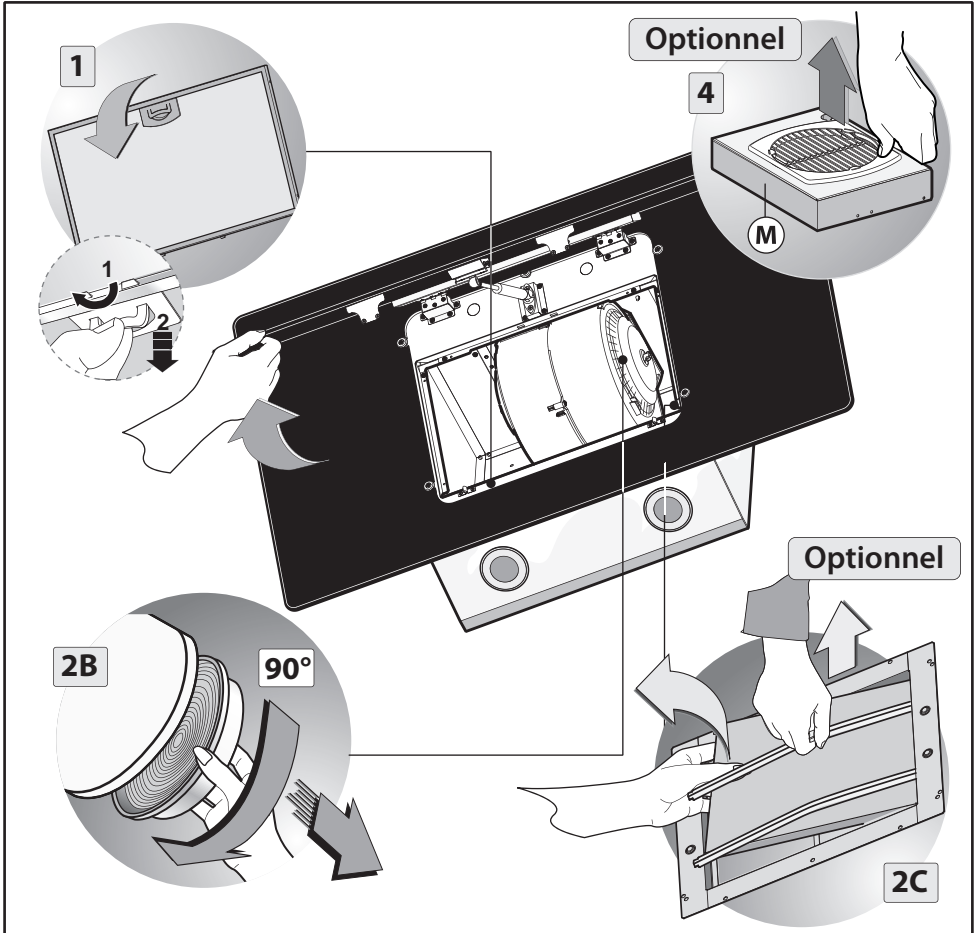

Fig.2
1. Enlever le **filtre anti-graisse** en tirant la poignée comme cela est illustré dans la figure 2 -phase 1.
2. Si le produit est fourni avec des filtres aux **charbons actifs (B-C)**, les enlever comme cela est indiqué dans la figure 2 - phase 2B ou 2C.
3. Décrocher le boîtier M comme cela est indiqué dans la figure 2 - phase 4 (optionnel).